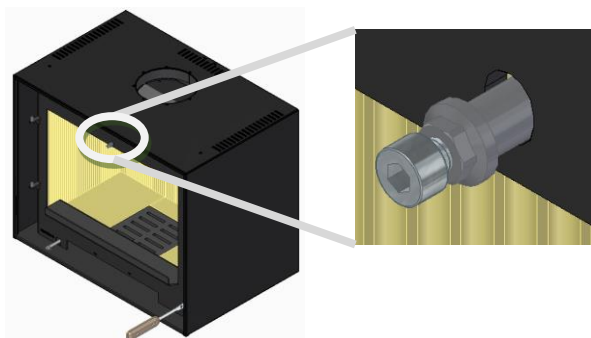

**Figura 9 – Remoção da deflectora de fumos (A)**
1. Abra a porta e retire o deflector de fumos (A). Para o fazer, coloque as suas mãos no deflector e desloque o deflector para cima, de seguida desloque a parte inferior do deflector para si e retire o deflector, ver Figura 9 e Figura 10.